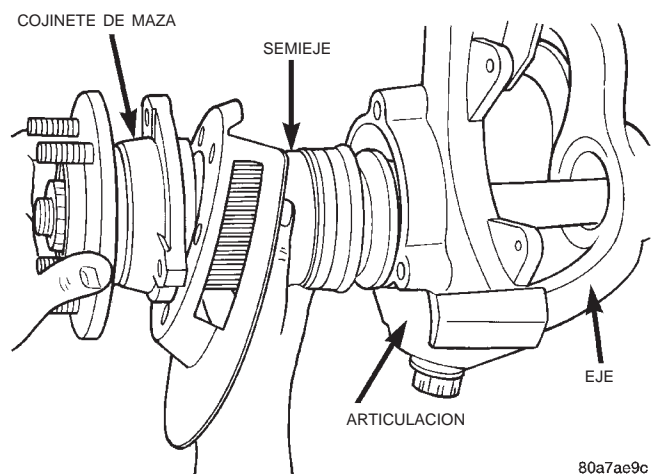

Fig. 22 Conjunto de eje y cojinete de maza
(8) Retire el conjunto de cojinete de maza y semieje (Fig. 22) o el semieje del eje. **Evite dañar las juntas de aceite del semieje en la caja del eje.**